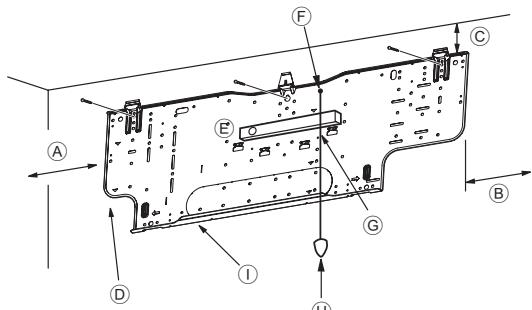
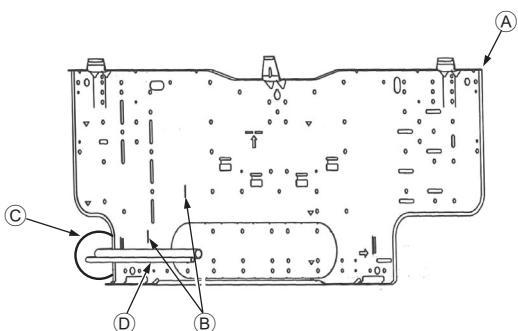

Fig. 3-4
Fig. 3-5
■ PKFY-P-NHMU-E2 (Fig. 3-4)
- Ⓓ Tornillos de fijación (4 × 35 mm, 1-3/8 inch) ②
- Ⓘ Placa de montaje ①
3.3. Cuando coloque los tubos en la pared (Fig. 3-5)
- Ⓐ Placa de montaje ①